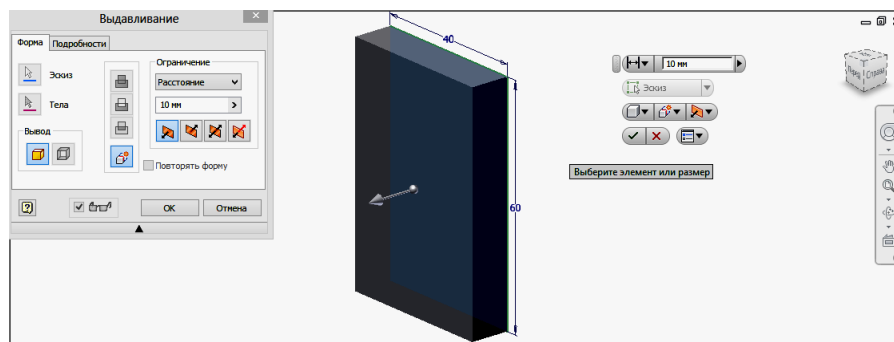

Рис. 3.5. Ввод размера толщины первой пластины
5. Программа автоматически возвращается в режим модели среды «Деталь». Активирует команду «Выдавливание» и предлагает указать расстояние. Введите толщину первой детали (10 мм) и нажимаем «OK» (рис. 3.5).